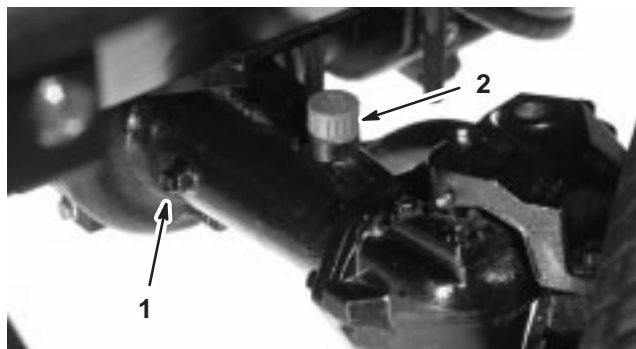

Figure 11
2. Enlevez un bouchon de contrôle à une extrémité du pont arrière (Fig. 11) et vérifiez que le lubrifiant atteint la base de l'orifice. Si le niveau est bas, enlevez le bouchon de remplissage (Fig. 11) et ajoutez suffisamment de lubrifiant pour rectifier le niveau.